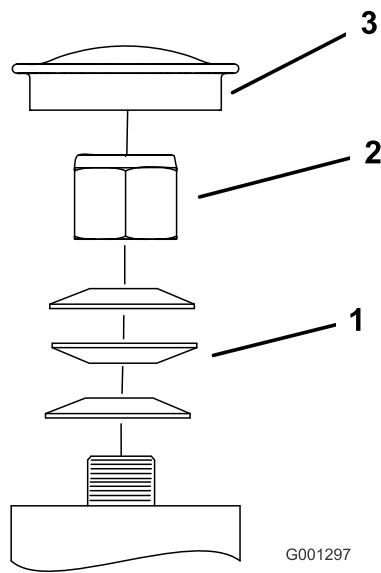

Figure 62
3. Retirez le capuchon antipoussière de la roue pivotante et serrez le contre-écrou (Figure 62).
4. Continuez de serrer le contre-écrou jusqu'à ce que les rondelles élastiques soient aplaties, puis desserrez-le de 1/4 de tour pour obtenir la précharge correcte des roulements (Figure 62).
Important: Veillez à placer les rondelles élastiques comme montré à la Figure 62.
5. Reposez le couvre-moyeu (Figure 62).